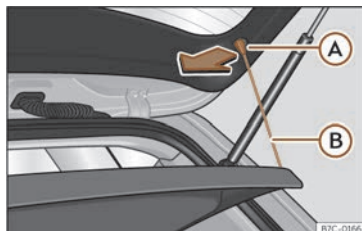

Fig. 171 Al maleter: desmuntar i muntar la safata.
- Desenganxeu els tirants de subjecció >>> **fig. 171** **B** dels allotjaments **A**.
- Enganxeu els tirants de subjecció >>> **fig. 171** **B** a la porta posterior.